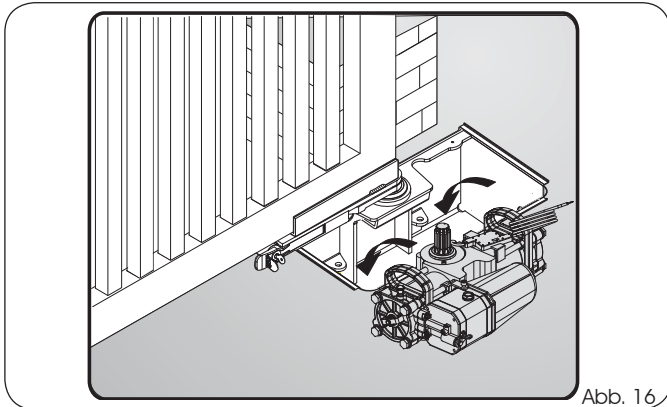
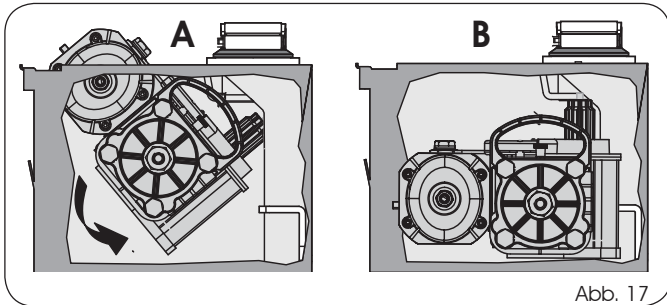

Abb. 16
Abb. 17
- 8) Den Antrieb mithilfe der entsprechenden Griffe in das Gehäuse einsetzen (Abb. 16) und wie in Abb. 17 A-B gezeigt positionieren.